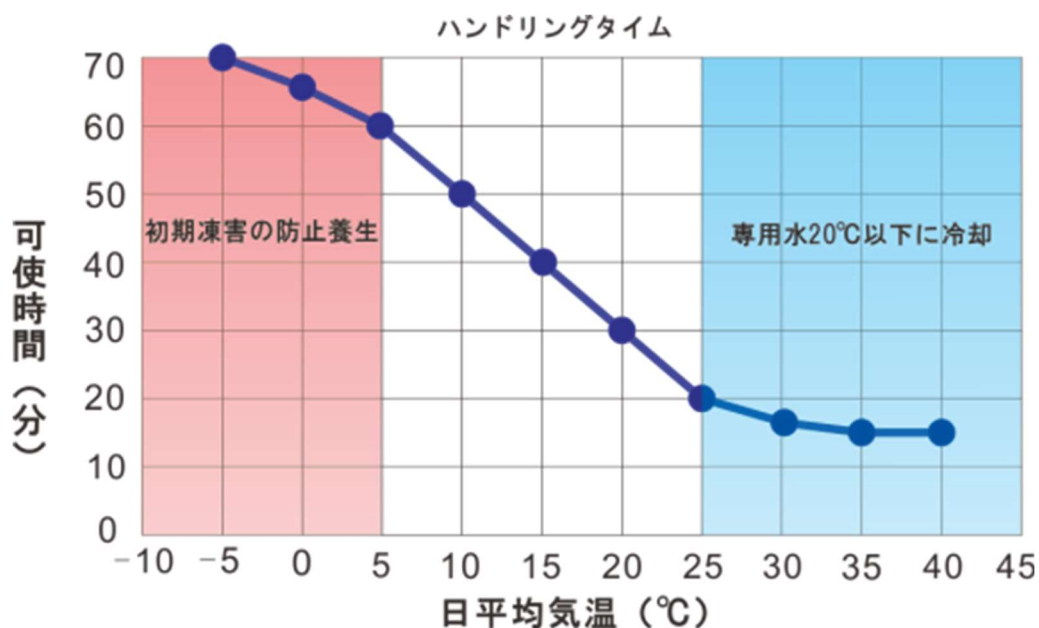
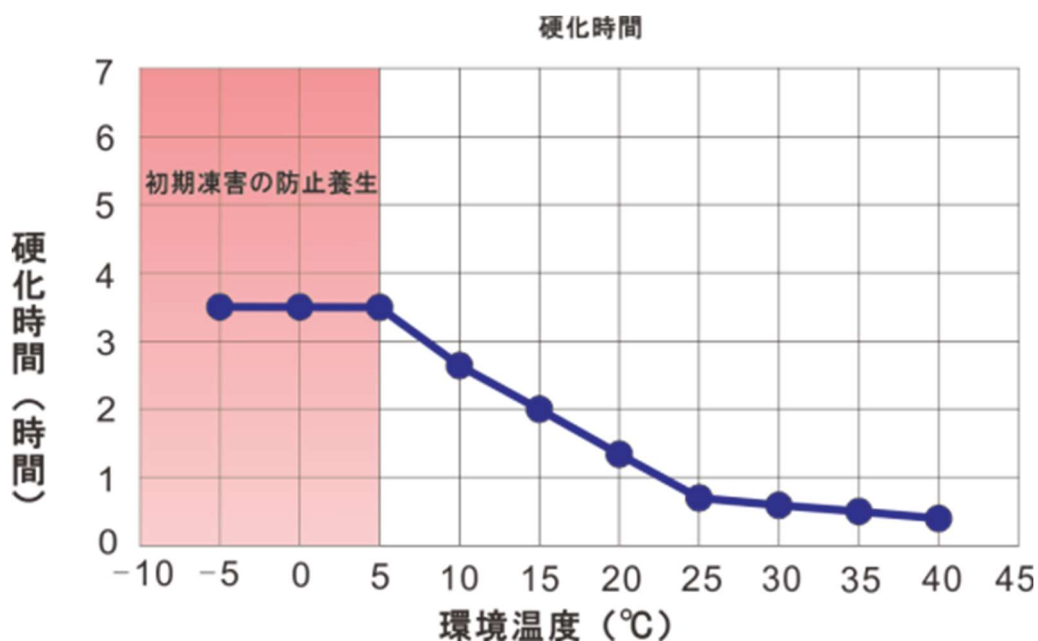

図 5-1 気温と可使用時間
図 5-2 環境温度と硬化時間
(1)セメフォースミルクの可使用時間、硬化時間は、第5章セメフォースミルクの使用時間を参照(図5-1、図5-2)。